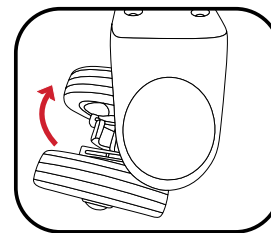

Fig 5
7. Tournez la roue arrière de 180° afin qu'elle soit sous le carter (fig. 5)